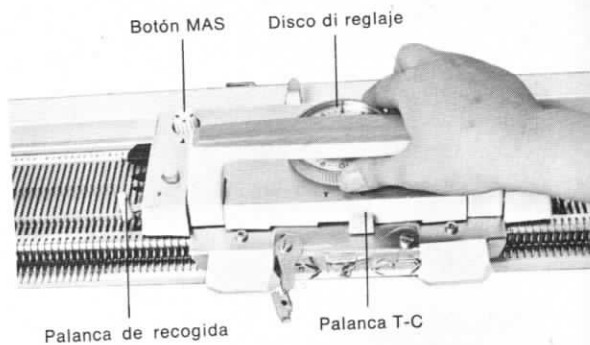

Fig. 33
- a) Poner el disco de reglaje en 4 o 5 (Fig. 33);
- b) Regular la palanca T-C sobre «C» (Fig. 33);
- c) Poner las dos palancas de recogida en posición 2 (Fig. 33);
- d) Volver los dos botones MAS sobre «A» (Fig. 33);
k) Regular los dos botones MAS sobre «M» (Fig. 33);
- b) Palanca T-C en posición C (Fig. 33);
- c) Las dos palancas de recogida en posición 2 (Fig. 33);
- d) Volver los botones MAS hacia «M» (Fig. 33);